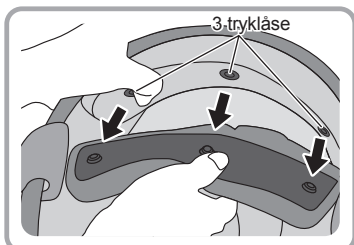

Fig.2
2. Åbn de 3 tryklåse bagest. Derefter kan den indvendige pude fjernes. (Fig. 2)